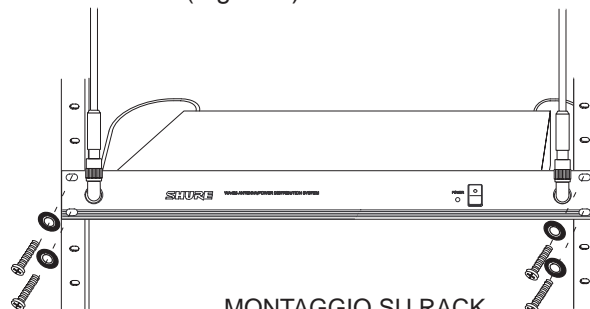

FIGURA 6
2. Utilizzando le viti in dotazione, assicurare l'apparecchio al rack (Figura 6).